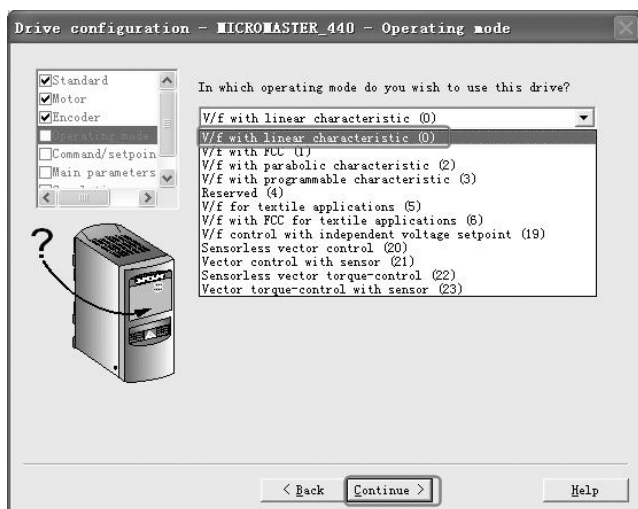

图 11-70 运行模式设置
4) 运行模式设置。选择“V/f”运行模式，如图 11-70 所示，单击“Continue”（继续）按钮。